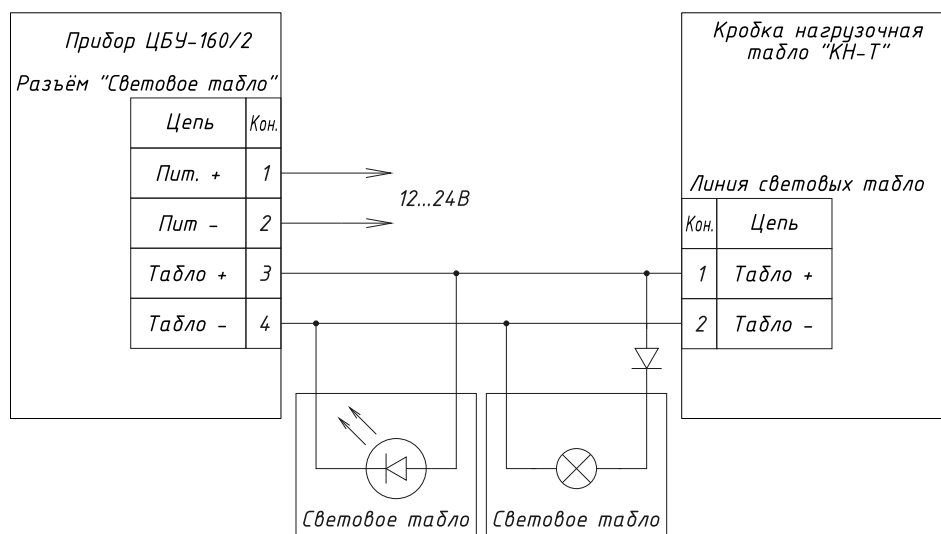

Рис. 1.9 Схема подключения световых табло
Схема подключения линии световых табло к *устройству* показана на Рис. 1.9.
*Устройство* может осуществлять контроль целостности линии табло. Контроль линии табло производится только в дежурном режиме (то есть табло обесточены) путем подачи в линию табло зондирующего напряжения постоянного тока минус 5 В. При этом напряжение 5 В прикладывается к самим табло в обратной полярности, что подразумевает отсутствие протекания тока через табло и обеспечение протекания зондирующего тока через коробку нагрузочную линии табло КН-Т. На Рис. 1.9 показано подключение двух типов табло, одно из которых, светодиодное, не требует дополнительных элементов подключения, в то время как для присоединения